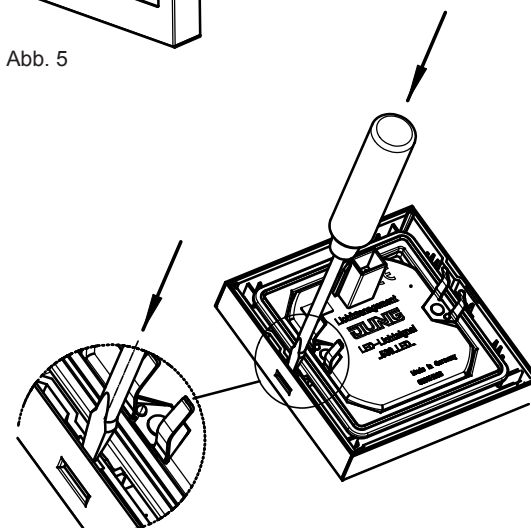

Abb. 6
- Abb. 6: Öffnen LED-Lichtsignal
- Abb. 6: Open the LED pilot light